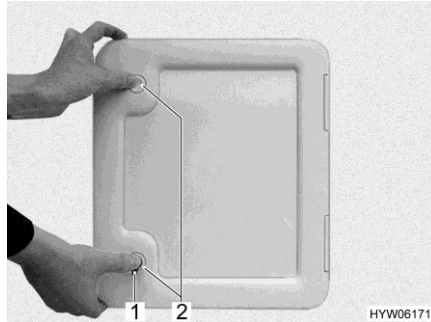
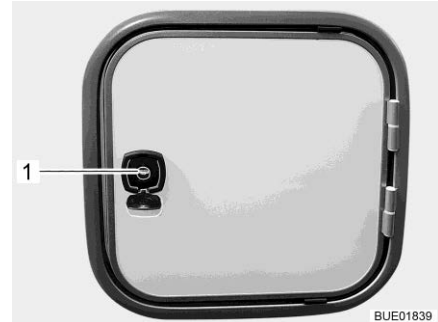

Bild 267 Lucka för latrintank
Bild 268 Lucka för latrintank (alternativ)
- Öppna luckan till latrintanken på fordonets utsida. Stick för detta in nyckeln i låscylindern i låset (Bild 267,1 resp. Bild 268,1) och vrid den ett kvarts varv.
- I förekommande fall: Tryck samtidigt in de två trycklåsen (Bild 267,2) med tummarna och öppna luckan.